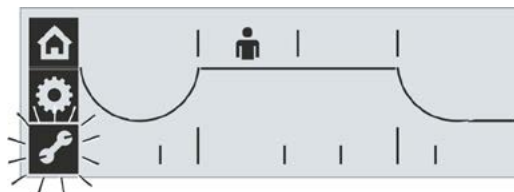

Abb. 1: Menü Parameter anwählen
4. Menü ‚Parameter‘ anwählen: Den Drive Controller drehen bis das Schlüssel-Symbol invers blinkt (Abb. 1).